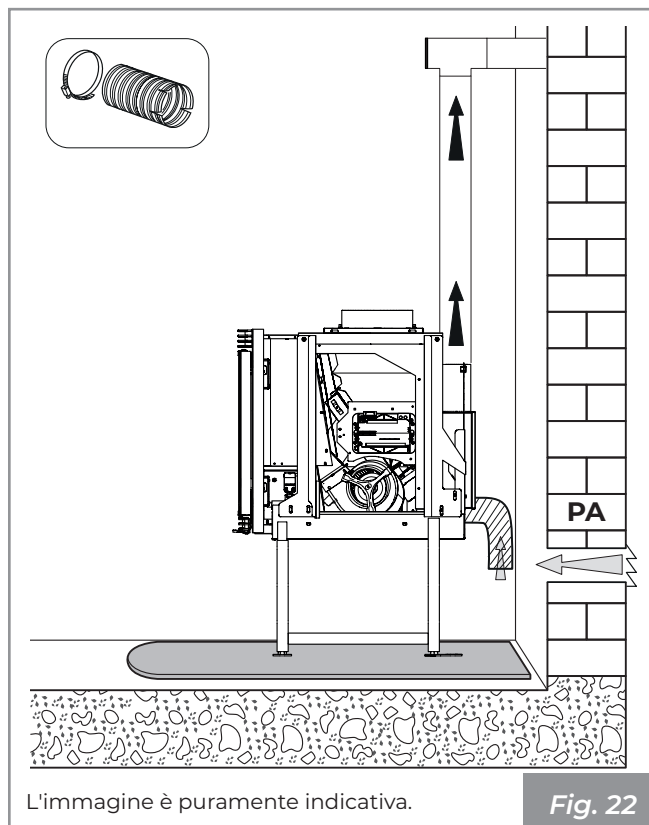

Fig. 22
- **Fig. 22:** assicurarsi di collegare sul tubo di ingresso dell'aria il tubo corrugato in dotazione, fissandolo con la fascetta e piegandolo leggermente verso il basso al fine di prevenire eventuali effetti di risonanza.